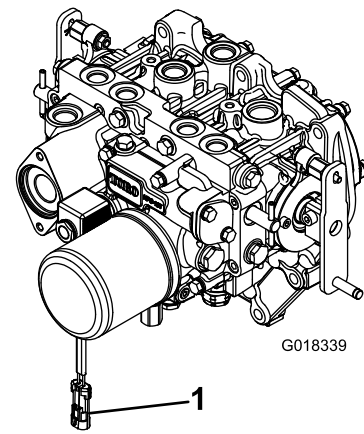

Figure 3
2. Débranchez le connecteur du faisceau de câblage du connecteur de la bobine d'électrovanne (Figure 3).
- 8. Après avoir accouplé l'autre extrémité de l'arbre d'entraînement à l'arbre du boîtier d'engrenages de l'accessoire, branchez le connecteur du faisceau au connecteur de la bobine d'électrovanne de PDF (Figure 3).